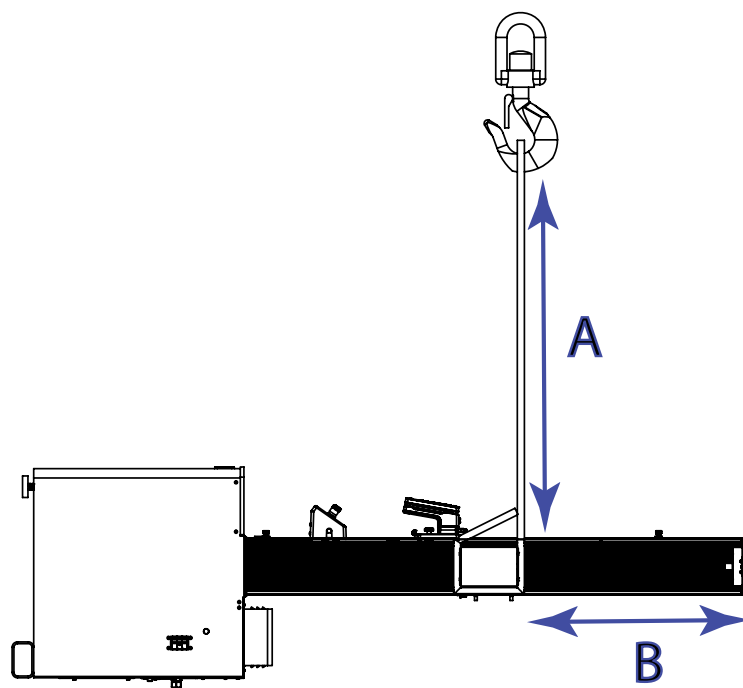

图 24. 连接吊带
2. 将两条提升吊带系缚在横梁上，并将它们挂接在起重机吊钩上，如第 73 页图 24 所示。如果用链条取代吊带，请用保护材料包裹横梁和顶板，以防划伤和损坏。
吊带长度（第 73 页图 24 中的 A）必须大于确保顶板不受阻碍所需的距离（第 73 页图 24 中的 B）。这可确保吊钩在起吊过程中不会损坏机架。